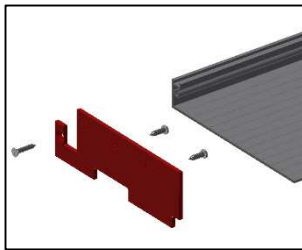

Abbildung 59
- » Abschlusslamellenendkappen (24) an der Abschlusslamelle (23) mit Senkblechschraube (29) befestigen (Abbildung 59)